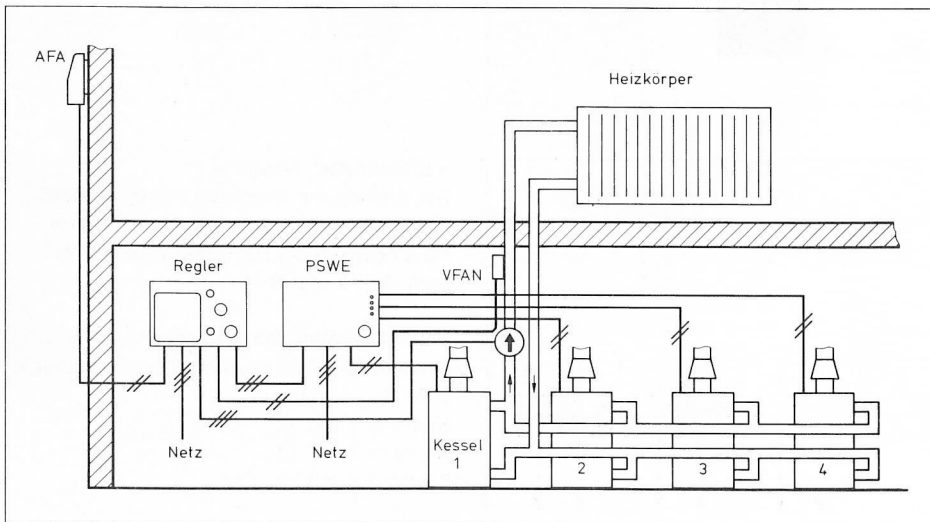

Bild 2 Anlagenschema
- Regelabweichung > 15 K bedeutet 5 Minuten Durchlaufzeit. (Anlagenschema Bild 2).